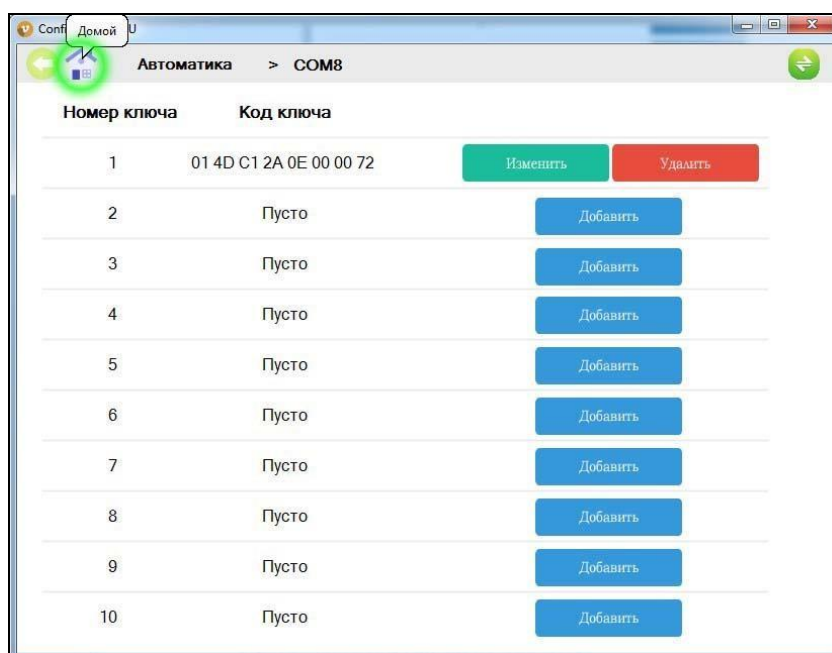

Рис. 32 Скриншот операции сохранения ключей доступа в памяти ВПИУ-А
10) После записи необходимого количества ключей доступа необходимо кликнуть на кнопку «Домой» (см. рисунок 32).